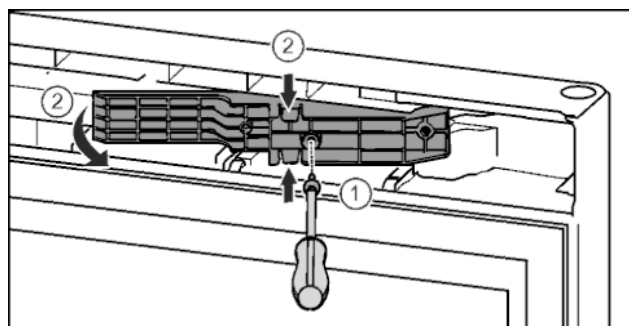

Fig. 15*
- ▶ Отпустить винты отвёрткой T15. Fig. 15 (1)*
- ▶ Извлечь деталь адаптера. Fig. 15 (2)*